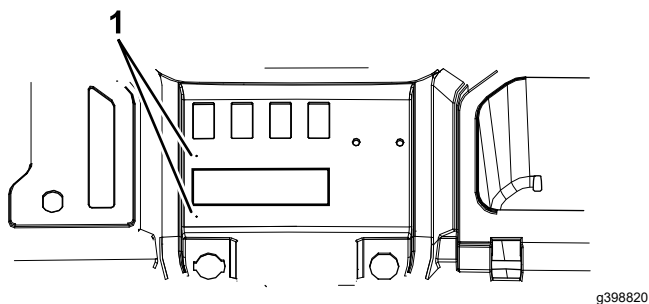

Figura 4
- Localize as duas reentrâncias piloto de furação (Figura 4) e faça dois furos piloto (5 mm) diretamente sobre as reentrâncias piloto.